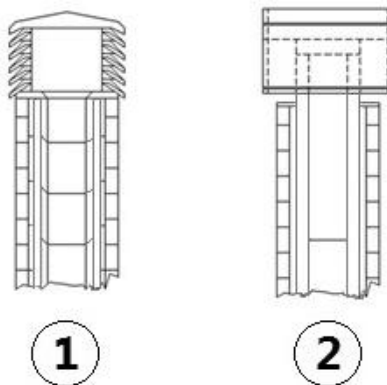

Fig. 5 - Røghætte
- Vi anbefaler en skorstenspipe med røghætte, se **Fig. 5**.
- Udvendig aftrækskanal realiseret udelukkende med isolerede rør i rustfrit stål, dvs. med dobbelte vægge, mindst Ø100/120 mm: alt sammen godt fastgjort til muren. Med røghætte (se **Fig. 5**).